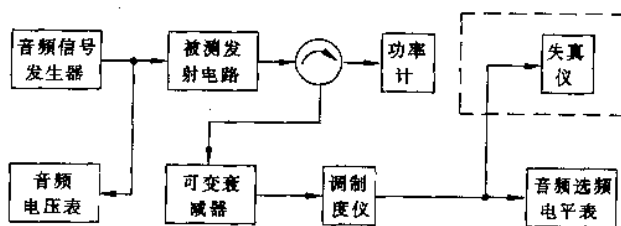

图 2-6
标准测量频偏的接线图如图 2-6 所示,其基本步骤如下:
- 在图 2-6 中,使音频信号发生器输出 1kHz 单音,发射电路以额定功率输出。调节衰减器和调制度仪输入的射频信号电平合适,调节音频源电平使频偏值为最大允许频偏的 60% ,此时音频电压表的读数即为调制灵敏度。
非线性失真系数是指音频输入端加入标准测试音调时,在发射电路输出端经解调测得的两次及更高次音频谐波成份的总有效值与整个信号的有效值之比,通常用百分数表示。其标准测量方法是:按图 2-6,在调制度仪低频输出端上接入非线性失真仪,音频源输出一个使发射电路产生标准测试音调的信号,发射电路以额定功率工作,读取非线性失真仪上的读数,即为该发射电路的音频谐波非线性失真系数。无绳电话主机的失真系数不大于 7% ,副机的失真系数一般不大于 10% 。
寄生调幅是指发射电路的已调信号上呈现的寄生幅度调制。它是发射电路在标准测试音调调制下工作时,输出调频信号的调幅系数,通常用百分数表示。其标准测量方法是:在图 2-6 中,调节音频信号发生器,使发射电路工作于标准测试音调,直接用调制度仪中的调幅系数量程测试其寄生调幅。无绳电话的寄生调幅应不大于 3% 。